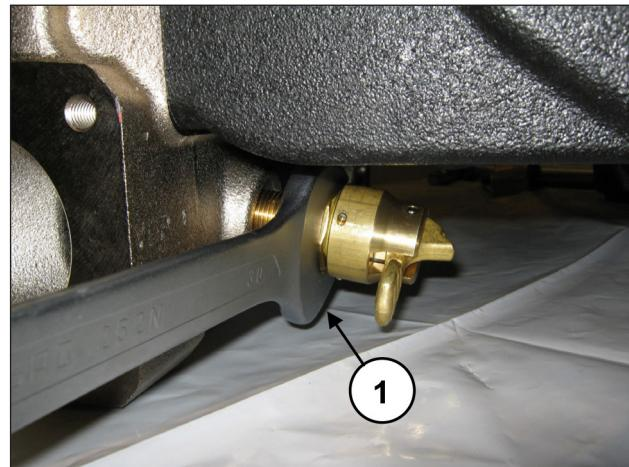

Рис. 141
Открутите устройство открывания клапанов с помощью ключа на 30 мм (поз. ①, Рис. 141).